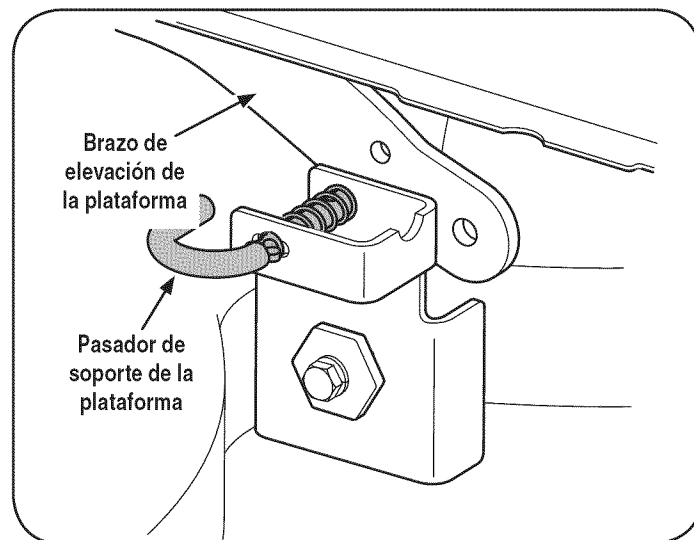

Figura 12
6. Tire hacia afuera el pasador de soporte de la plataforma para separar la misma del brazo de elevación de la plataforma. Vea la Figura 12.
- b. Vuelva a conectar los brazos de elevación de la plataforma. Vea la Figura 12.